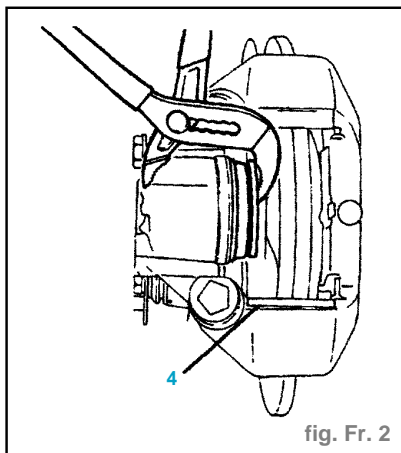

fig. Fr. 2
- Repousser le piston à fond dans son logement (fig. Fr. 2).
- Enduire la glissière inférieure (4) de vernis de glissement (fig. Fr. 2).